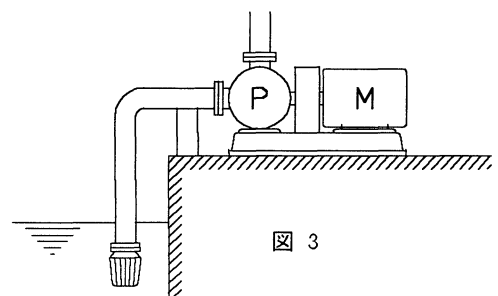

図 3
- (c) 吸込配管は図 3 のようになるべく短く、かつ曲りを少なくし、ポンプに向かって上がり勾配とし、仕切弁は設けないようにしてください。このとき、吸込配管の接続部から空気を吸いこまないように、シールは十分に行ってください。